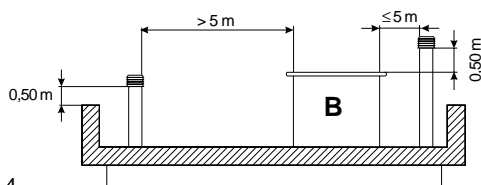
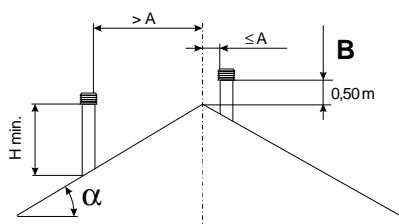

Fig. 5.2.4
Fig. 5.2.5
- In figura 5.2.4 (TETTO PIANO; **B** volume tecnico) e fig. 5.2.5 (TETTO INCLINATO; **B** oltre il colmo) vengono visualizzati i dati della tabella delle prescrizioni UNI 10683 relative alle distanze e al posizionamento dei comignoli.
• the data in the table of the UNI 10683 rules regarding distances and positioning of chimney tops are given in Fig. 5.2.4 (FLAT ROOF ; **B** Technical volume) and Fig. 5.2.5 (SLOPING ROOF ; **B** Above the ridge cap).